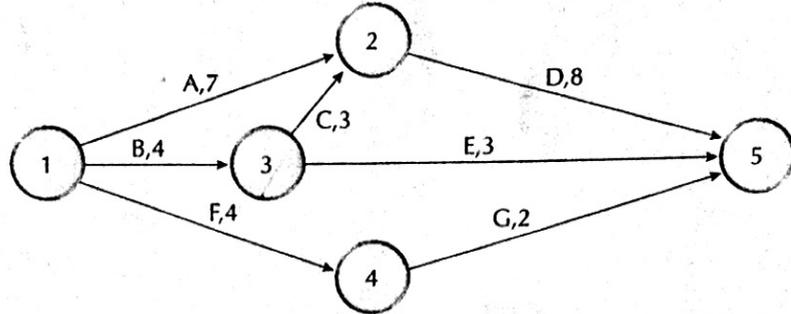

Figura 14.13 Rede do projeto.
1. Dada a rede da Figura 14.13, determinar: